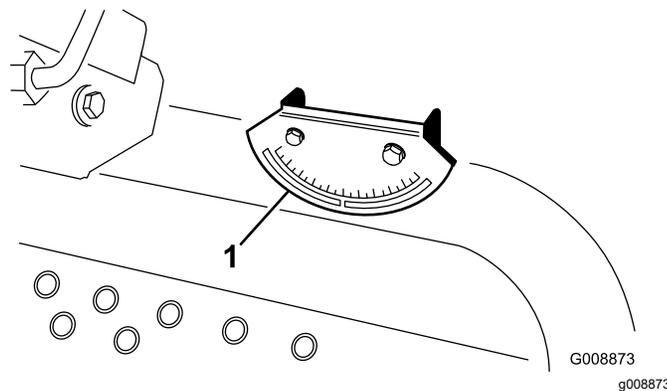

**Figura 6**
2. Verifique o nivelamento da máquina colocando um indicador de ângulo portátil (fornecido com a máquina) na calha do chassis próximo do depósito de combustível (Figura 6).